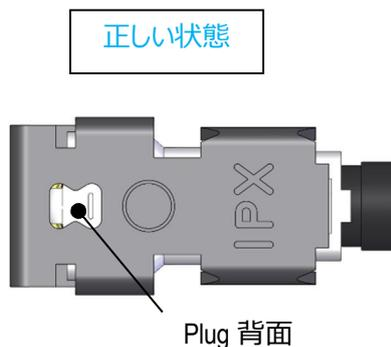

Fig. 26 (ロック状態)
- Fig. 26 のように、LK の窓全体に Plug コネクタ背面が見えるまで LK をスライドしてください。この時、過剰な力を加えないでください。